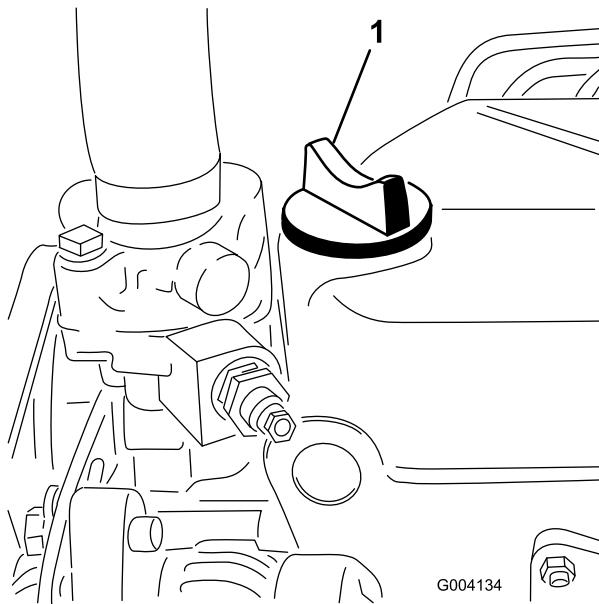

図 34
- オイルの量が不足している場合は、補給キャップ(図 34)を取り、Full 位置までオイルを補給する。